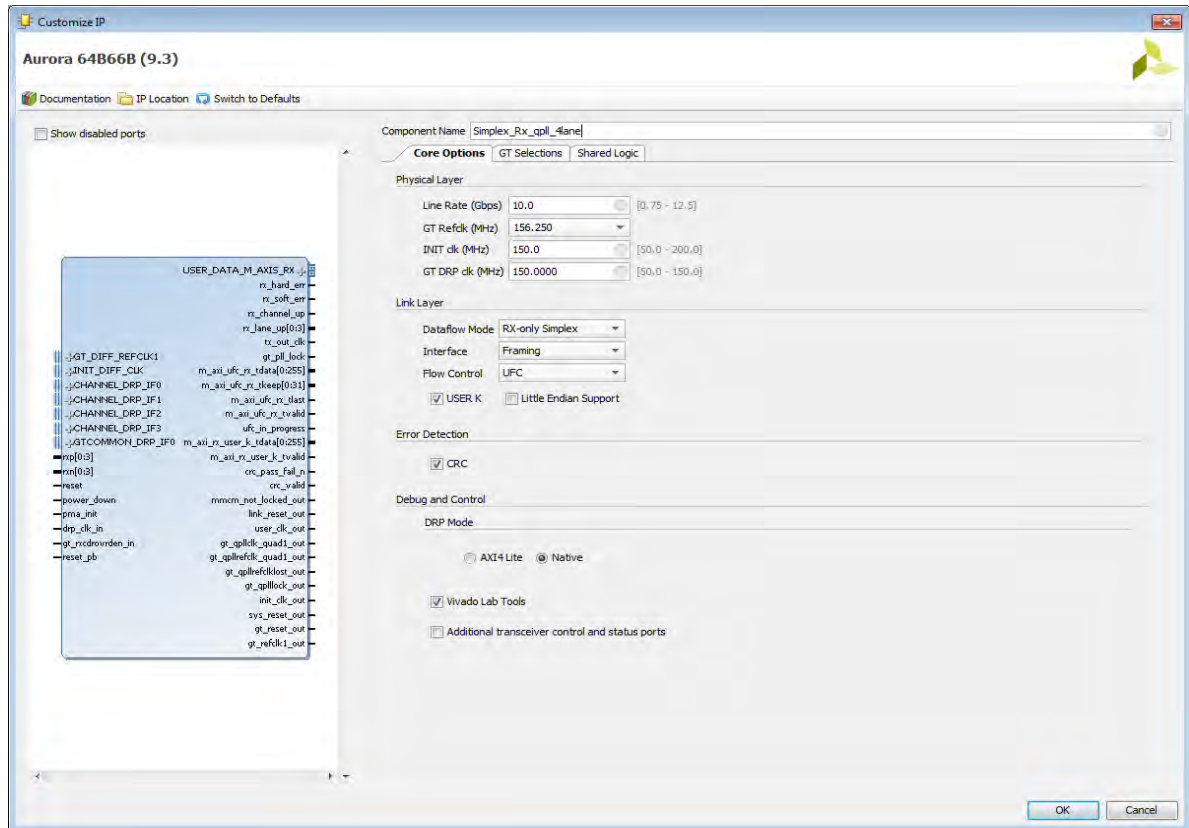

図 4 : Aurora 64B/66B コアを 4 レーン シンプレックス RX コアとして生成する場合の Vivado IDE の設定
10. 図 4 のようにコンフィギュレーション オプションを設定します。